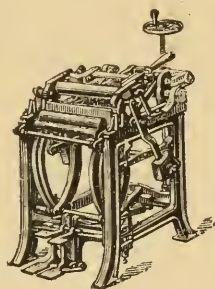

Fig. 10. — Rouleau à endosser.
8. *Rouleau à endosser.* — Le rouleau de machine à endosser (fig. 10), supprime l'emploi du marteau pour faire le mors des volumes, il n'y a par conséquent plus à craindre la cassure du dos qui se produit si souvent dans cette opération, le dos est formé en quelques instants par l'oscillation circulaire d'un marteau.